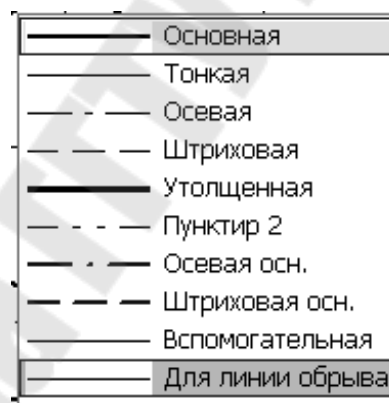

Рис. 110
2. На формате *A3*, расположенном горизонтально, построим ассоциативный чертеж призмы с одним видом спереди, на котором внутренний контур отверстий отобразим штриховыми линиями, используя переключатель, управляющий отрисовкой невидимого контура и расположенный на панели **Линии** (рис. 110).
6. При построении фронтального разреза совместим часть вида и часть разреза, т. к. это симметричные фигуры. На линию разделяющую вид и разрез проецируется наружное ребро призмы, поэтому разграничим вид и разрез сплошной тонкой волнистой линией, проводимой правее оси симметрии, т. к. ребро наружное. Для построения волнистой линии используется кнопка **Кривая Безье**, расположенной на панели **Геометрия**, вычерчиваемая стилем **Для линии обрыва** (рис. 110). Последовательно указывайте точки, через которые должна пройти кривая Безье. Закончить выполнение команды следует нажатием на кнопку **Создать объект**.